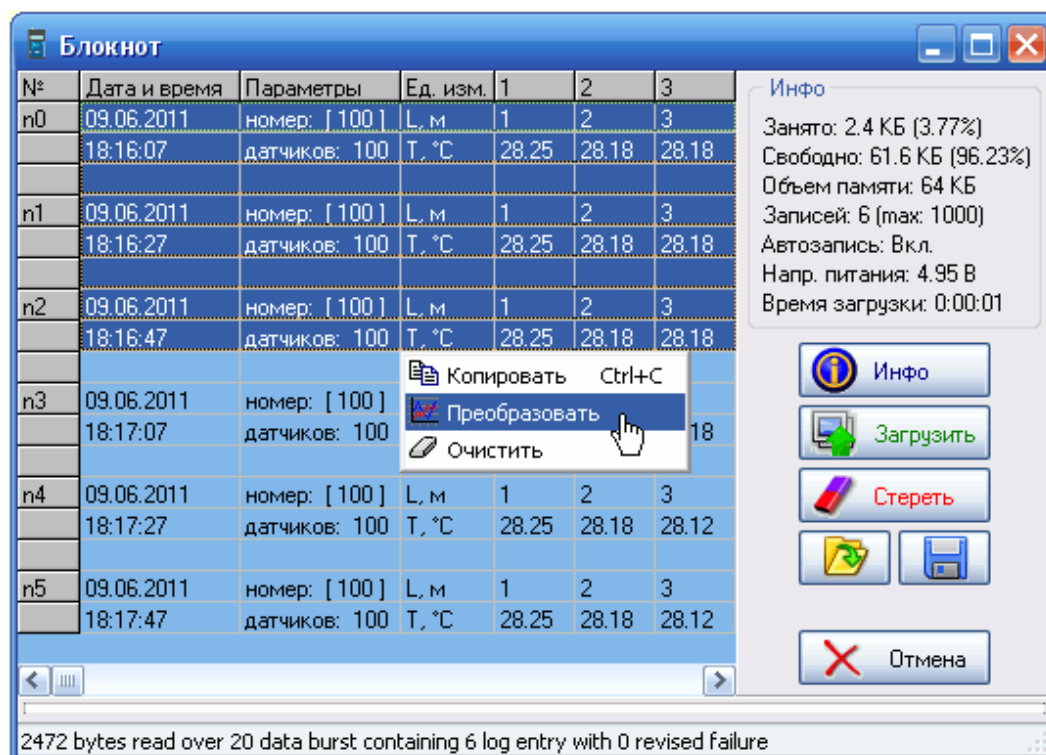

Рисунок 9 – Окно "Блокнот" в программе Vipер.exe
2.4.6.4 Для считывания и просмотра на графиках и в таблице информации из Блокнота предназначено окно "Блокнот" программы Viper (см. рисунок 9). Подробно описание программного обеспечения Viper приведено в файле справки Help.exe.